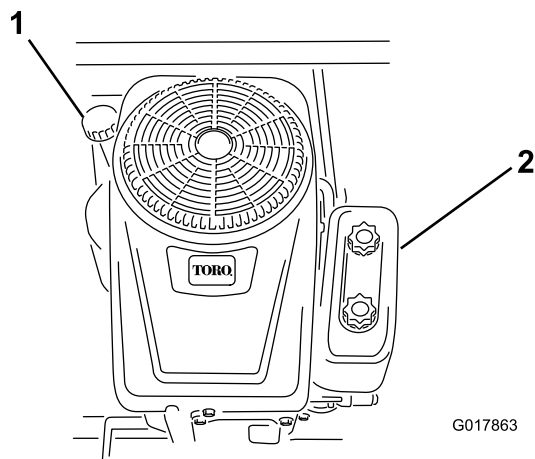

Figure 30
4. Nettoyez la surface autour de la jauge d'huile (Figure 30) pour éviter que des impuretés ne s'introduisent dans le goulot de remplissage, ce qui risquerait d'endommager le moteur.
6. Versez lentement environ 80 % de la quantité d'huile spécifiée dans l'orifice de remplissage (Figure 30). Contrôlez le niveau d'huile ; voir la procédure de Contrôle du niveau d'huile.